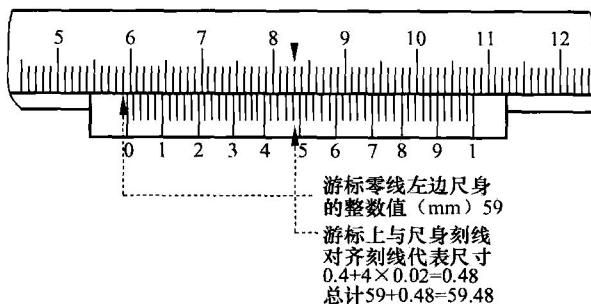

图 1.2-2 游标卡尺读数
(1) 游标卡尺读数方法。游标卡尺是以游标零线为基准进行读数的,其读数步骤为:
① 读整数。在尺身上读出位于游标零线左边最接近的整数值;
② 读小数。用游标上与尺身刻线对齐的刻线格数,乘以游标卡尺的测量精度值,读出小数部分;
③ 求和。将两项读数值相加,即为被测尺寸,如图 1.2-2 所示。